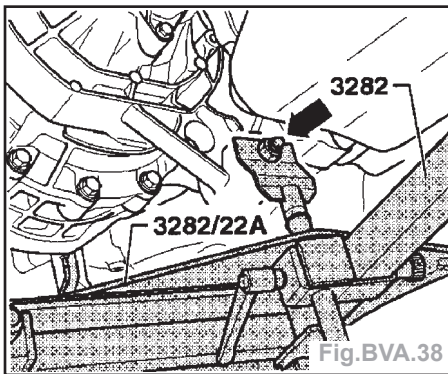

Fig. BVA.38
- Visser les éléments de support (A) comme représenté sur la plaque d'ajustage.
**Nota :** l'élément de support (C) avec l'alésage correspondant (flèche) dans la plaque d'ajustage peut être utilisé pour déposer la boîte de vitesses sur les moteurs équipé d'un carter d'huile en tôle.
- Après la dépose de la tôle de recouvrement du convertisseur, visser l'élément-support (C) sur le carter du convertisseur.
- Positionner l'élevateur de boîte avec le support de BV 3282 sous la boîte de vitesses et mettre celle-ci en appui (Fig. BVA.38).
- Positionner l'élévateur de boîte avec le support de **BV 3282** sous la boîte de vitesses et mettre celle-ci en appui (Fig.BVA.38).